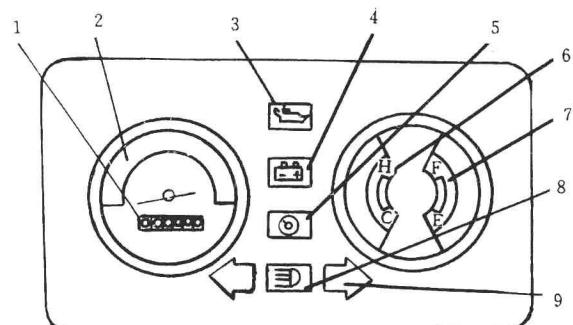

图 1-1 组合仪表
(1) 组合仪表。组合仪表的形状、各仪表的布置随车型的不同而异, 但总体布置基本一样。组合仪表如图 1-1 所示。
① 里程表。里程表用于记录汽车行驶过的累计里程, 单位为千米。
② 速度表。速度表由其指针指示汽车行驶的瞬时速度, 单位为千米/小时。
③ 水温表。水温表指示发动机冷却液的温度, 由感应塞来控制仪表指针的偏摆。接通点火开关 (ON 位置), 仪表指针即可指示冷却液温度。仪表板上 “C” 刻度线为 40℃, “H” 刻度线为 100℃。
④ 油量表。油量表指示油箱内燃油